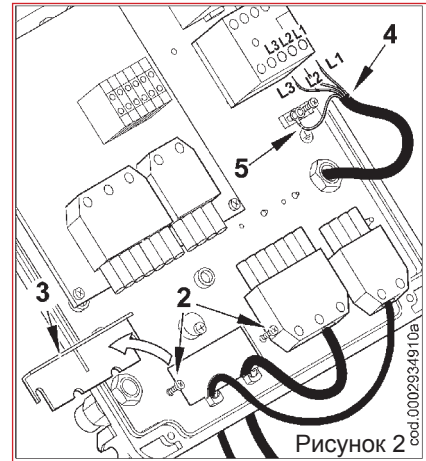

Рисунок 2
- Снимите крышку, отвернув четыре винта (1), как показано на рисунке 1, не убирая прозрачное окошко. Так будет получен доступ к электрическому щиту горелки.
- Ослабьте винты (2). После того, как вы сняли кабельный зажим (3), пропустите через отверстие 7- и 4- штырьковый разъёмы (см. рис. 2). Подсоедините токоподводящие провода (4) к дистанционному выключателю, закрепите заземляющий провод (5) и затяните соответствующий кабельный зажим.
- Установите зажимную пластинку, как показано на рисунке 3. Поверните эксцентрик (6) так, чтобы пластинка должным образом надавила на два провода. После этого затяните крепежные винты пластинки. Наконец, соедините два разъёма, 7- и 4-штырьковый.
- Чтобы закрыть крышку электрического щита, закрутите 4 винта (1) на момент затяжки примерно 5 Нм для обеспечения должной прочности. После этого, чтобы получить доступ к панели управления (8), отцепите прозрачную дверку (7), слегка надавив каким-нибудь инструментом (например, отверткой) в направлении, указанном стрелками на рисунке 4, продвиньте немного и отделите от крышки.
- Для правильного расположения прозрачного окошка на щите поступайте в соответствии с рисунком 5: поместите крюки в соответствующие гнёзда (9) и продвигайте окошко в направлении, указанном стрелкой, до тех пор, пока не услышите лёгкий щелчок. Теперь должное уплотнение гарантировано.